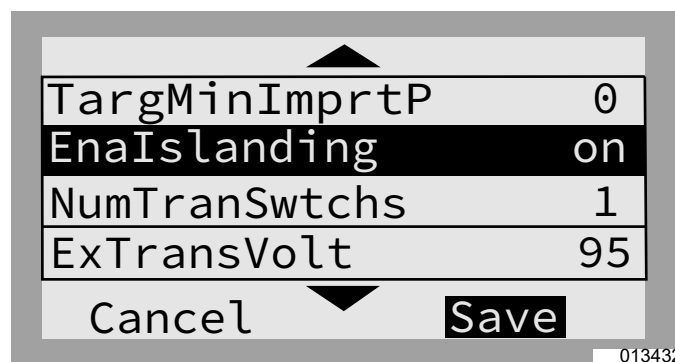
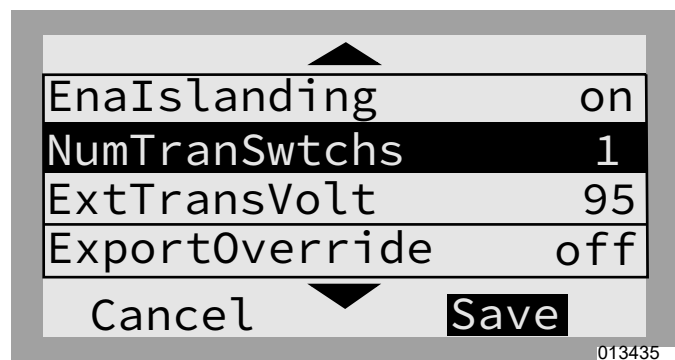
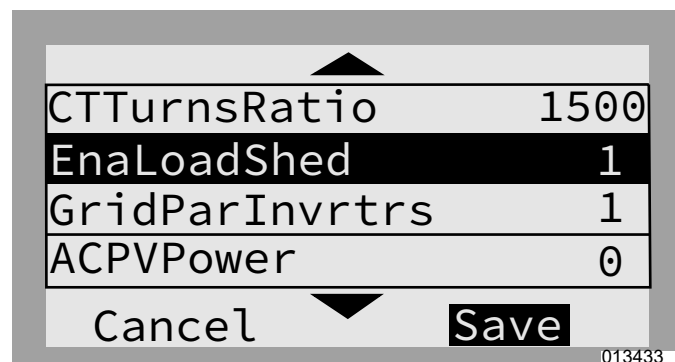

Figure 7-19. PV + stockage – Maison entière (1 de 3)
Figure 7-20. PV + stockage – Maison entière (2 de 3)
Figure 7-21. PV + stockage – Maison entière (3 de 3)
- Voir Figure 7-19, Figure 7-20 et Figure 7-21. Paramètre Mod. Settings (Modifier paramètres) de l'inverseur :